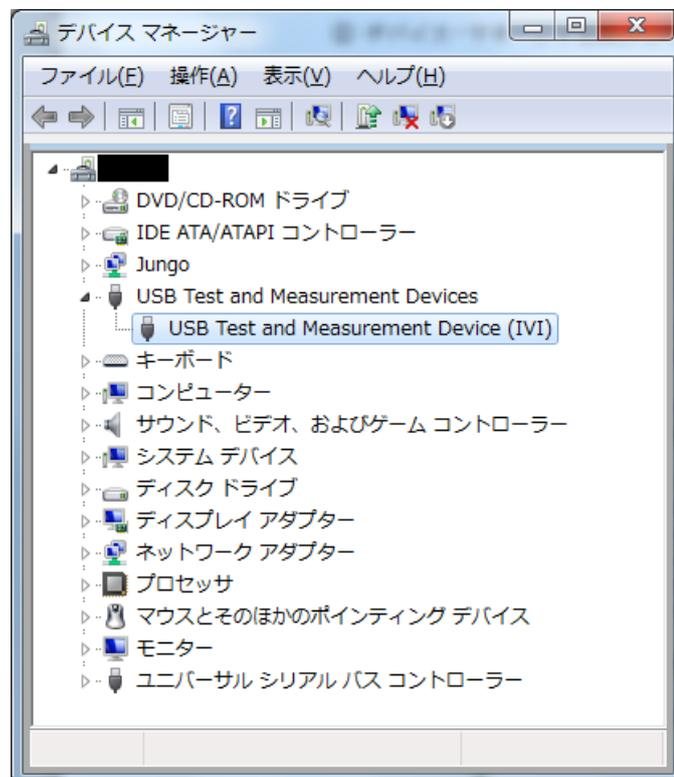
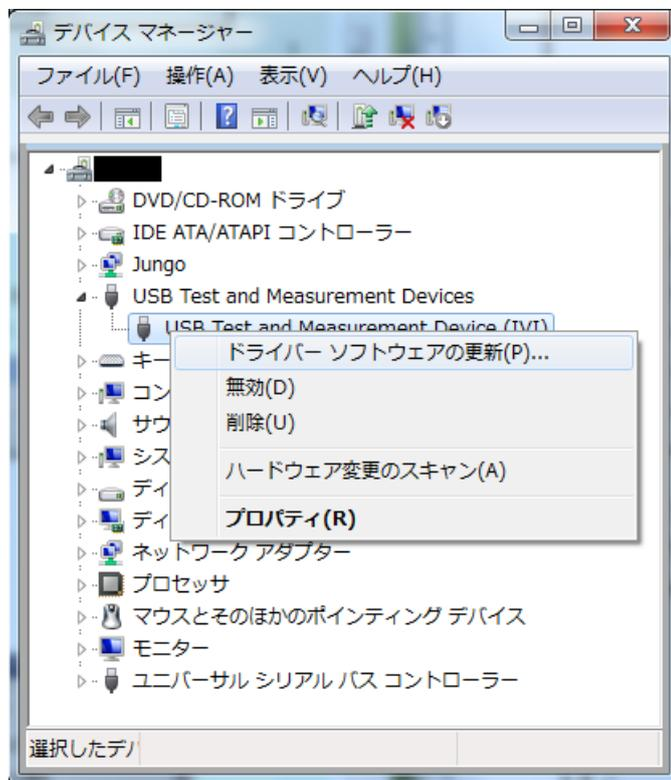

図 1-1
図 1-3
(図 1-1)
- ① デバイス・マネージャの画面を表示 (図 1-1) し、変更する計測器 USB Test and Measurement Device (IVI)を選択して右クリックすると、図 1-3 画面の表示になります。